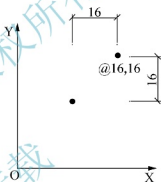

图 2.48 相对直角坐标
(2) 相对直角坐标：相对于前一点的坐标值，相对直角坐标的输入方法为“@X, Y”，如输入“@16, 16”，结果如图 2.48 所示。